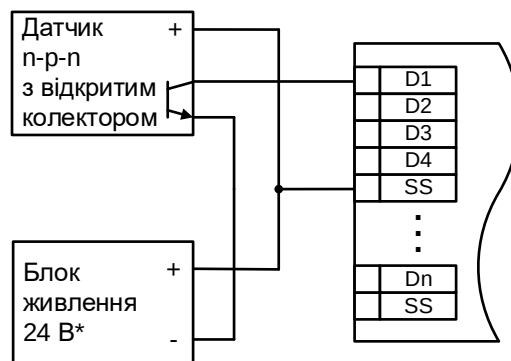

Рисунок 5.8 – Схема підключення датчиків н-р-п типу з відкритим колектором
- транзисторний ключ типу n-p-n (див. рисунок 5.8);